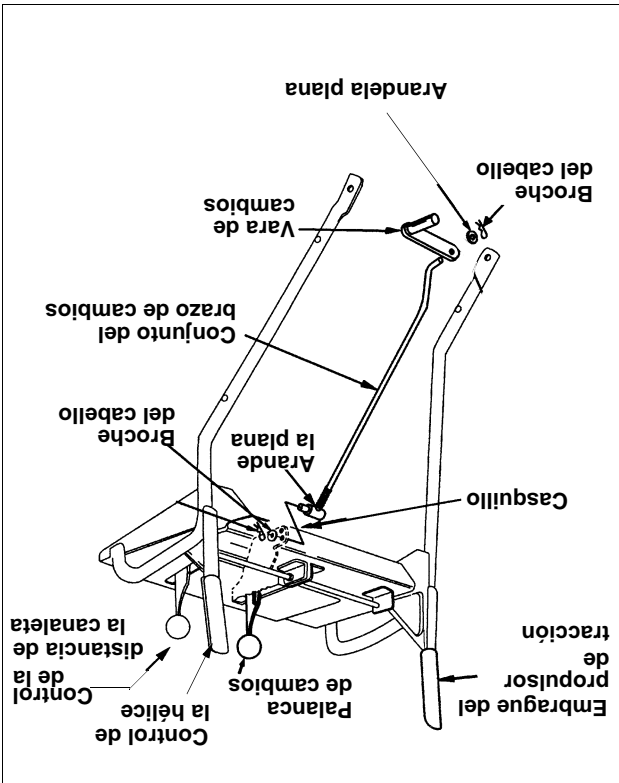

Figura 11
- Coloque el extremo doblado de la vara de cambio dentro del orificio en el conjunto del brazo de cambios. Vea la figura 11. Asegure con la arandela plana de 5/16 y el broche de cable del conjunto de ferreteria (grupo D).
- Asegure el casquillo a la palanca de cambios con otra arandela plana de 5/16 y broche del cable del grupo D del conjunto de ferreteria. Vea la Figura 11.